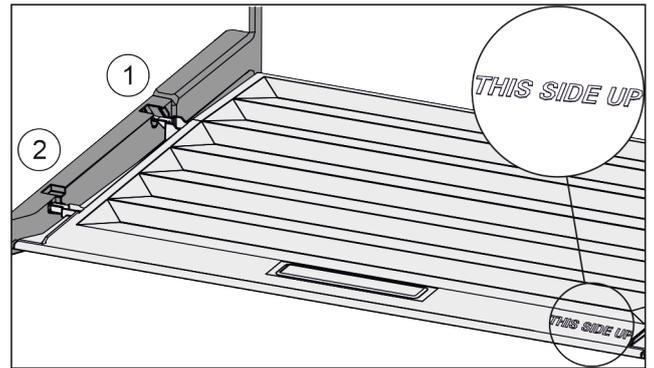

Fig. 118
- ▶ Prečke poklopca uvedite preko otvora stražnjeg držača Fig. 118 (1) i uglavite ih u držač Fig. 118 (2).